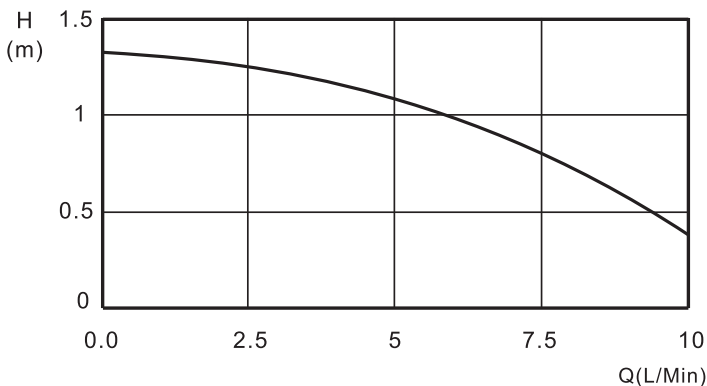

Рис.3 Расходно-напорная характеристика насоса.
4.3. Эксплуатация насоса должна осуществляться в пределах его рабочего диапазона, в соответствии с расходно-напорной характеристикой (см. Рис.3). Использование насоса вне рабочего диапазона может привести к перегреву двигателя и выходу его из строя.